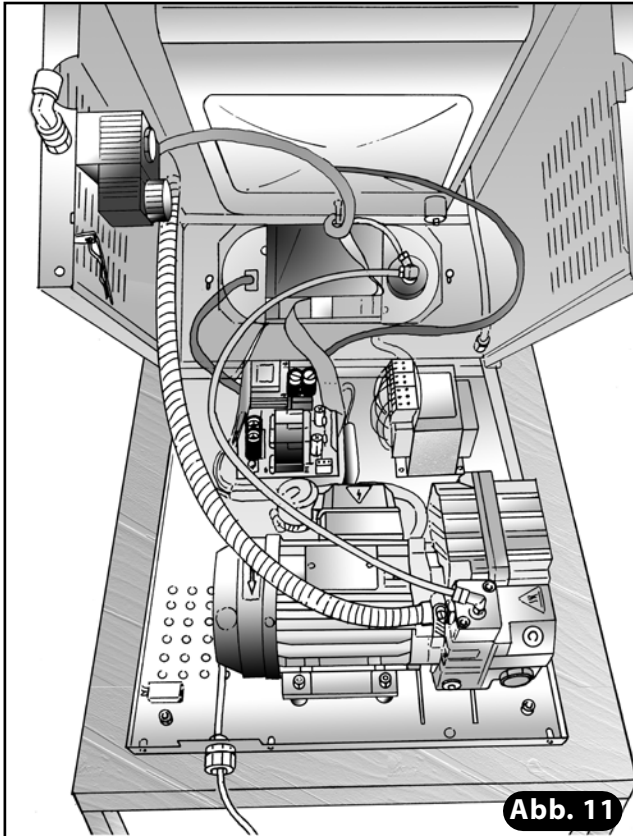

Abb. 11
- 11) Schweißbalken wieder in die Wanne einsetzen, dabei darauf achten, dass die elektrischen Kontakte richtig hergestellt werden (**Abb. 11**).
- 17) Stange aus der Führung ziehen und wieder in ihrer Halterung am Sockel positionieren (**Abb. 11**).